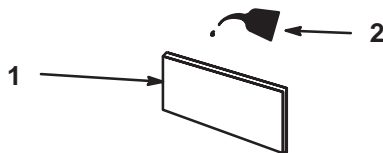

Figure 21
- Imbibez l'élément d'huile moteur fraîche (Fig. 21), puis pressez l'élément pour éliminer l'excédent d'huile.